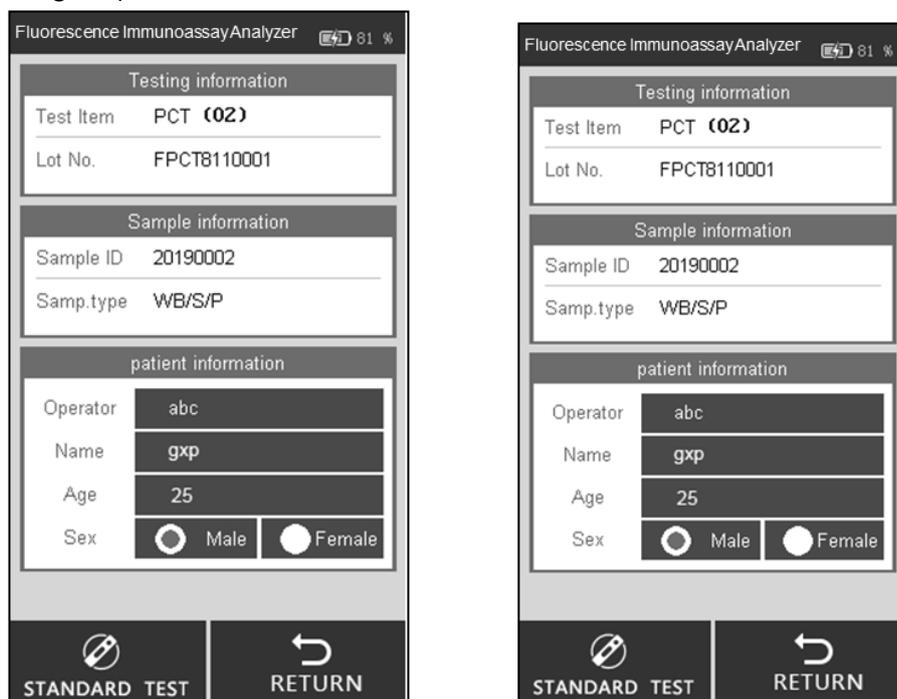

Fig. 35
Étape 7 : insérer la cassette de test dans la fente immédiatement après l'ajout de l'échantillon (et l'ajout du tampon, si nécessaire) et cliquer sur “**STANDARD TEST**”. L'analyseur commence le décompte pour l'incubation. Attendre que le temps d'incubation prédéterminé soit écoulé pour chaque test. (Voir Fig. 35)